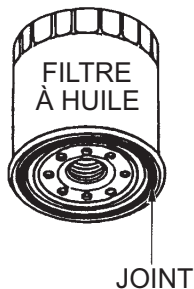

Figure 13. Filtre à huile
1. Remplacer le filtre à huile de moteur (figure 13) toutes les 200 heures.